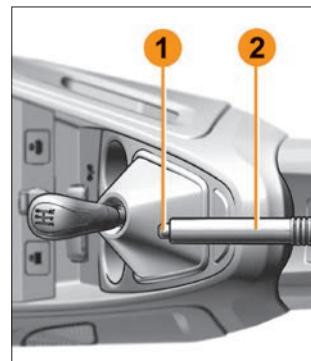

Рис. 3.8.1. Рычаг стояночного тормоза
**Включение стояночного тормоза.** Потяните рычаг **2** (рис. 3.8.1) вверх и убедитесь, что автомобиль надежно заторможен. Горящий сигнализатор (Ⓢ) в комбинации приборов указывает на включенный стояночный тормоз.